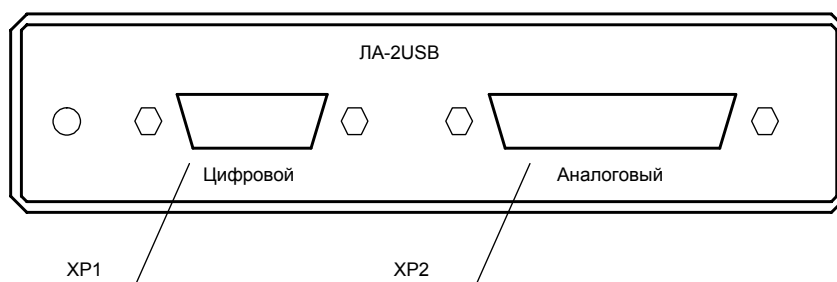

Рис. 4.1. Передняя панель прибора.
- 4.2.3. Для предотвращения выхода из строя устройства ЛА-2USB на входные разъемы необходимо подавать сигналы с параметрами, указанными в таблице (Таблица 4. 1). Расположения разъемов указано на рисунках (Рис. 4.1 и 4.2).